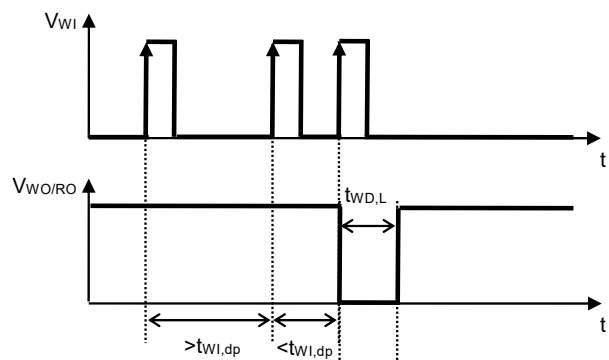

图9 看门狗双脉冲检测时间
- *3. 从看门狗定时器开始进行触发信号检测后, 在 $t_{WI,dp}$ 期间再次检测到触发, 到WO / RO端子输出变化为 "L" 为止的时间 (参阅图9)。此值可以通过 C_{DLY} 的电容值进行更改。